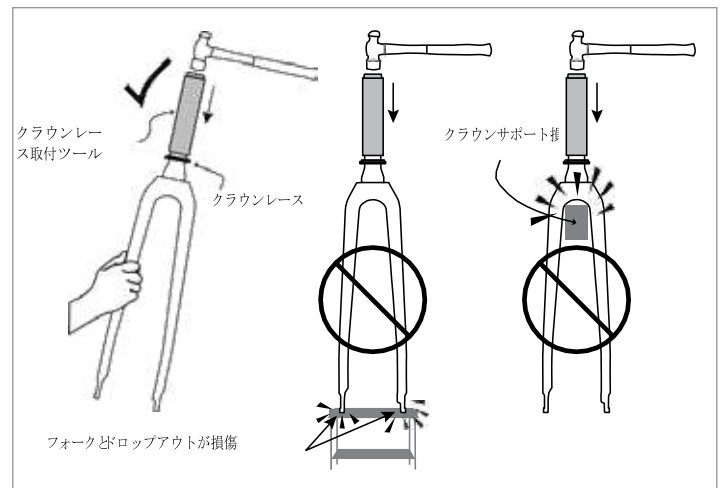
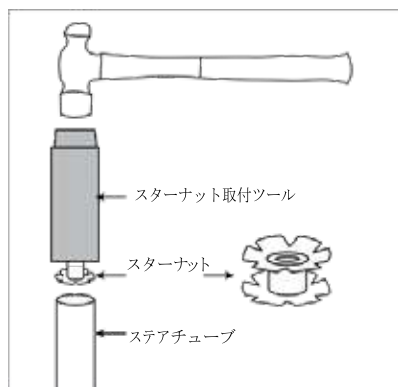

図 2
図 10
▲ 警告: ドロップアウト端を地面につけてフォークを立てないでください。またはクラウンレース取り付け中にクラウン部分でフォークを支えないでください。フォークが損傷する恐れがあります (図 2)。
- A. 片手でフォークを支えながら (図 2)、スターナット取付ツールとハンマーを使って新しいスターナットを取り付けます (図 10)。